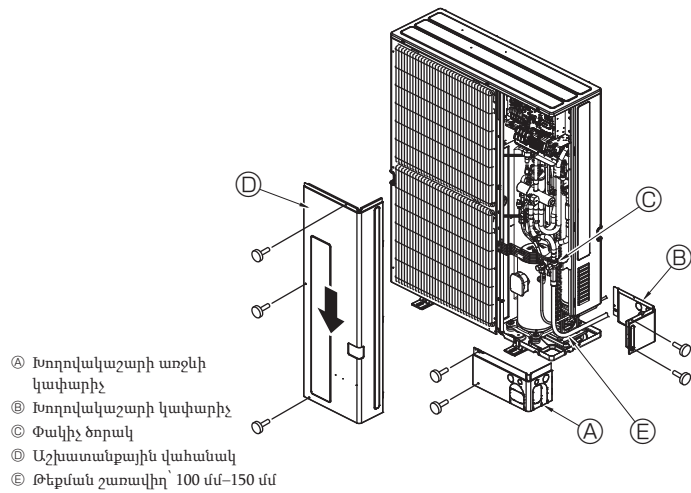

Fig. 4-9
4.5. Սառնագենտի խողովակների անցկացում (Fig. 4-9)